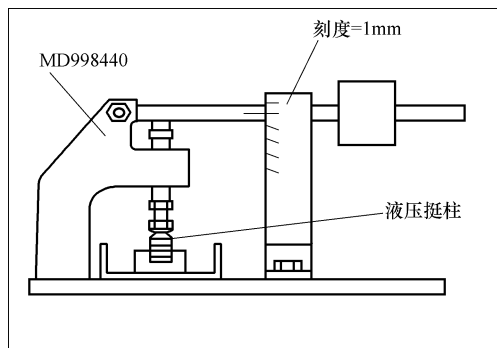

图 2-62 测量柱塞下沉量
15) 柱塞稍微沉下后 0.2~0.5mm，如图 2-62 所示，测量柱塞再沉下 1mm 所需要的时间。